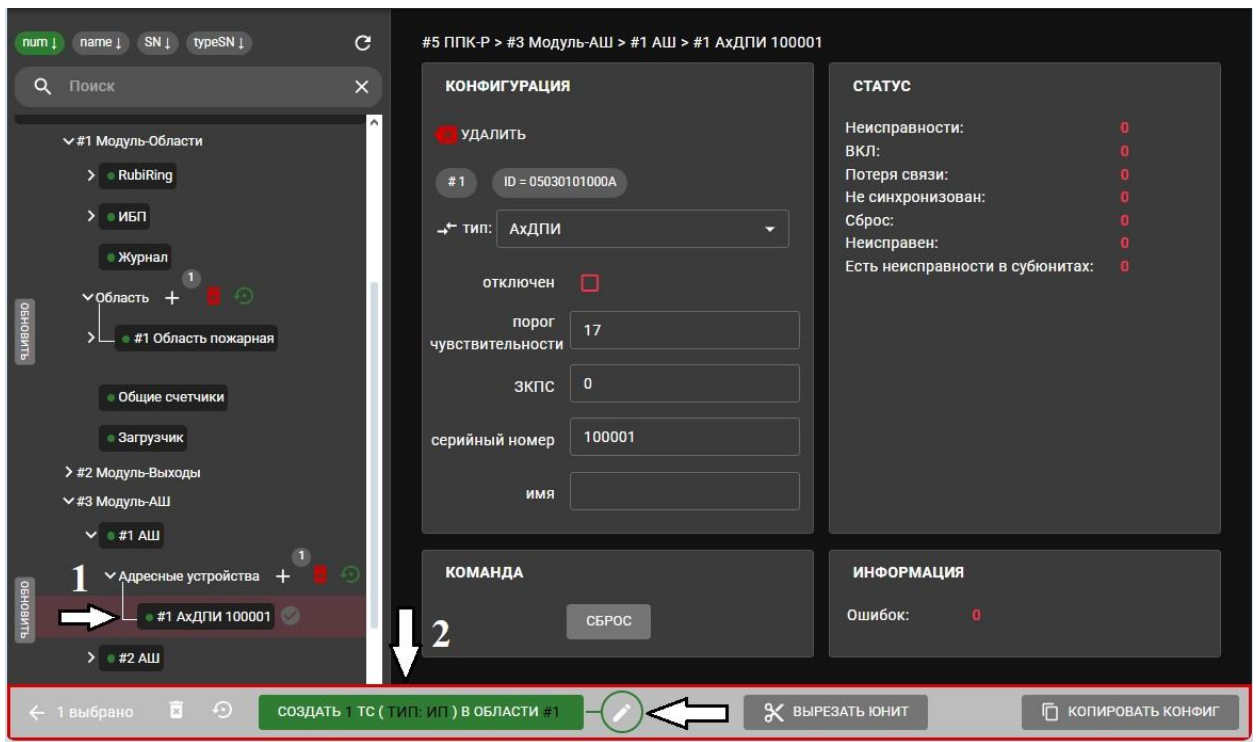

Рисунок 41 – Добавление адресного устройства в Область
1. Выделить устройство, которое необходимо добавить в область, щелкнув по нему (Рис. 41). При этом рядом с выделенным устройством появится флажок. Если нужно добавить сразу несколько юнитов в одну область, то, удерживая кнопку <Ctrl>, выделить требуемые юниты и добавить их в область одной группой.